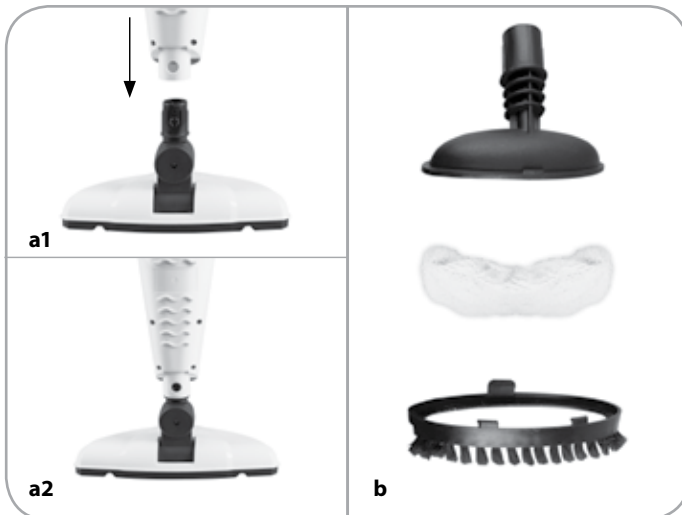

Abb. 2.
- Köpfe (**8**) und (**19**), Abzieher (**22**) und Adapter (**13**) sind direkt in den Zubehörschluss zu montieren (**7**) – **Abb. 2.**